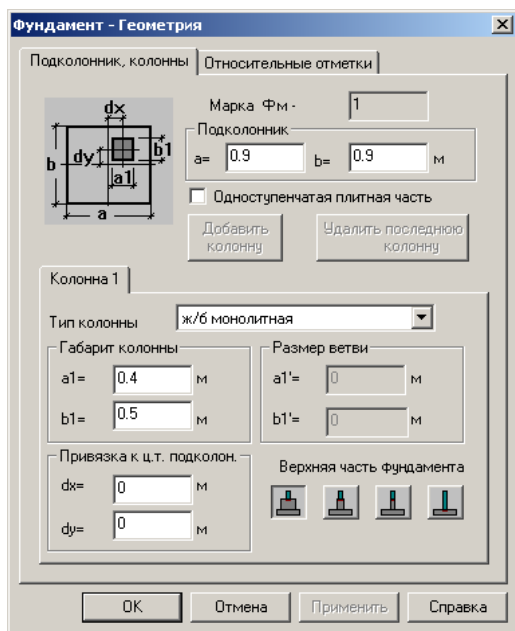

Рис.8.2.4. Окно диалога **Фундамент – Геометрия** (закладка **Подколонник, колонны**)
- В открывшемся окне диалога **Фундамент – Геометрия** (рис. 8.2.4) выполните следующие действия: